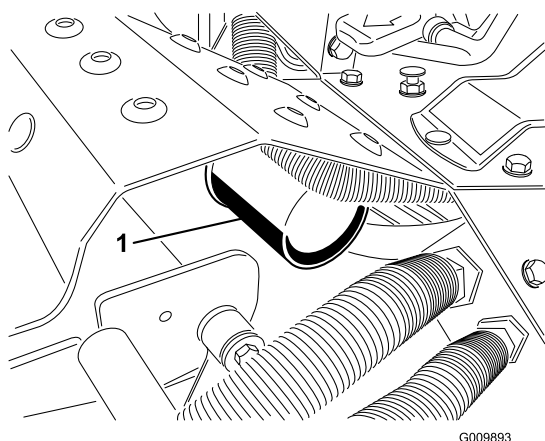

Figura 61
3. Pulite l'area attorno al filtro dell'olio idraulico (Figura 61). Togliete il filtro dalla parte inferiore dell'alloggiamento e lasciate defluire l'olio in una bacinella di spurgo. Utilizzate una chiave per filtri di